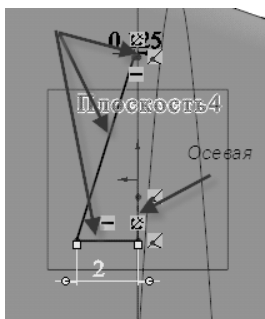

Рисунок 4.16
26. Проведіть аналогічні дії з нижньою точкою ескізу $X = 0; Y = -1,18$ (рис. 4.16).
Відповідно до рис. 4.16 нанесіть розміри 2 і 0,125 мм.
27. На панелі інструментів «Ескиз» → **Зеркально отразить объекты** → в PropertyManager у вікні **Объекты для зеркального отражения** вкажіть три прямі лінії новоутвореного ескізу, у вікні **Зеркально относительно** вкажіть осьову лінію на ескізі (див. рис. 4.16) → ОК → вихід з ескізу.